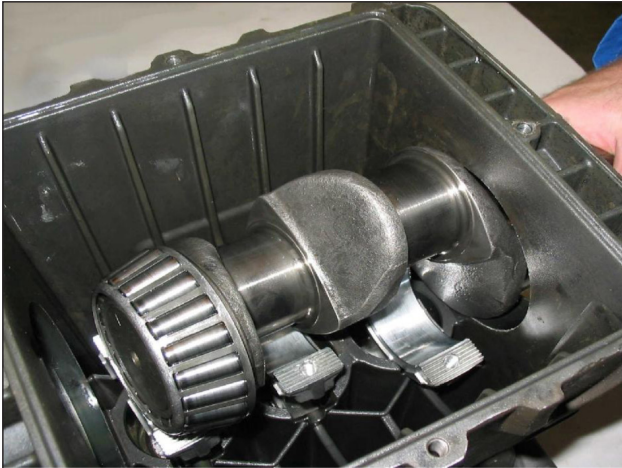

Fig. 4
- Empurre para a frente as guias do pistão com as hastes relativas para facilitar a extração lateral do eixo da bomba, conforme indicado na Fig. 4.